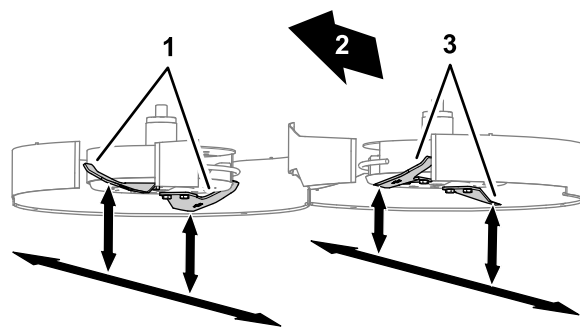

図 125
3. 片方のウイングブレードを一番前側の位置に出す 図 125。